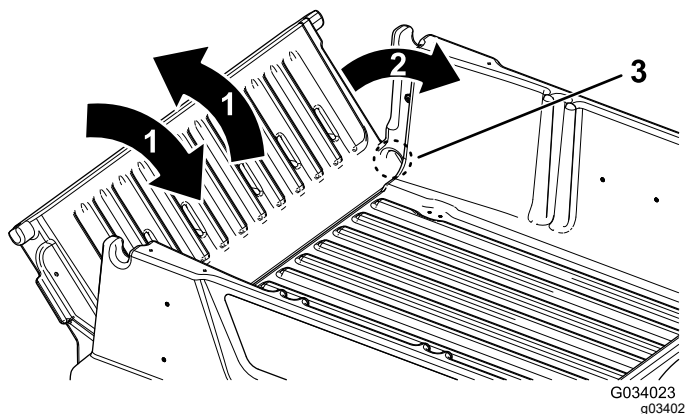

Figure 16
2. Faites pivoter le hayon à environ 45° (Figure 16).
- Faites pivoter le hayon d'avant en arrière en l'agitant légèrement quelques secondes (Figure 16).